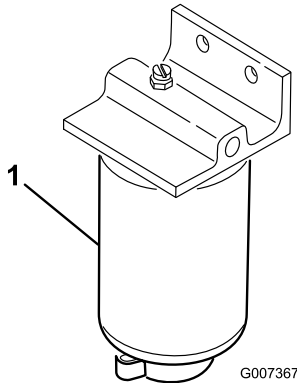

Bild 56
1. Stellen Sie einen sauberen Behälter unter den Kraftstofffilter (**Bild 56**).